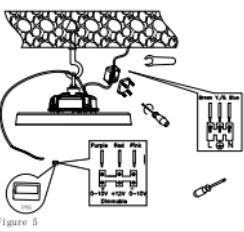

Figure 5
5. Collegare il cavo di alimentazione (consigliato: H05RN-F3G1.0mm2) al cavo d'ingresso del prodotto tramite la scatola di giunzione. Per la funzione dimmer collegare come illustrato. (fig.5)
5. Connect your mains cable (H05RN-F3G1.0mm2 Recommended) with the input lead of our product through the junction box. Note the Line (-) of the lead. For dimming functionality, please connect as illustrated. (fig.5)